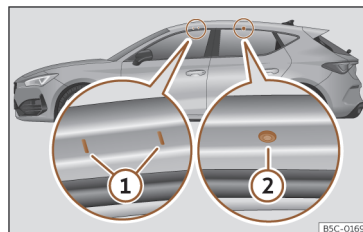

Fig. 193 Points de fixation des barres longitudinales pour la galerie porte-bagages du toit (Leon).
Valable pour Leon : Les points de fixation avant et arrière (1) et (2) sont visibles uniquement lorsque les portes sont ouvertes >>> fig. 193.